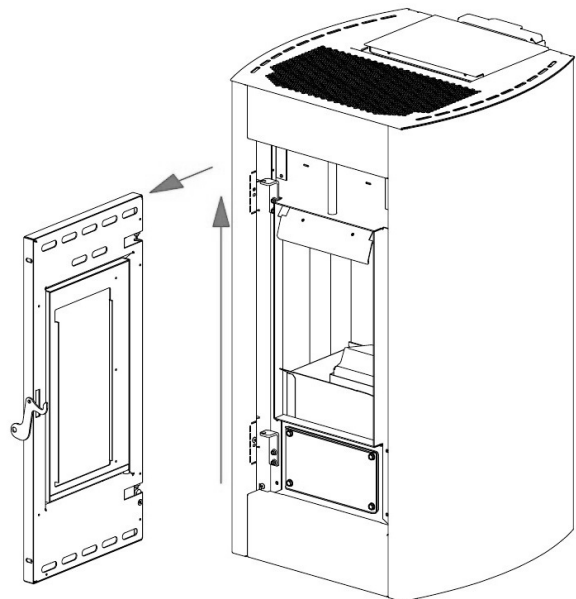

Fig. 32 - Verwijdering van de deur
- De deur heffen zodat de deurpinnen uit de beugels van de structuur komen (zie **Fig. 32**).